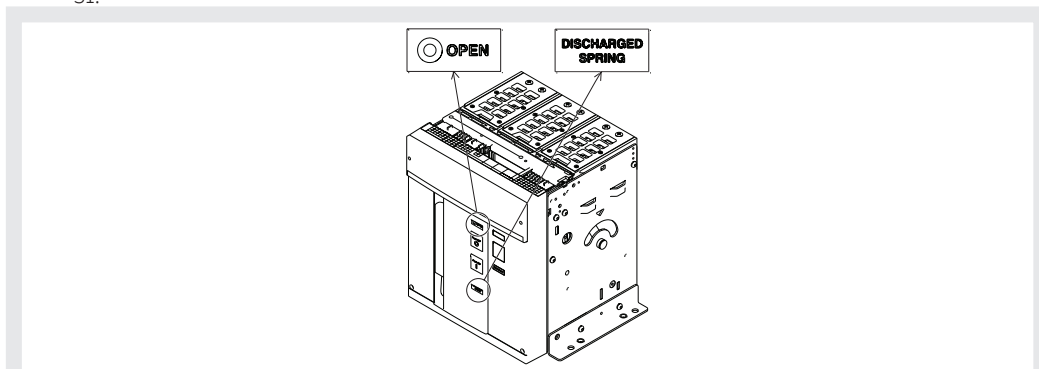

Figura 31
7. Controllare che l'interruttore sia aperto (segnalatore aperto/chiuso "O - OPEN"), e controllare che le molle siano scariche (segnalatore molle "bianco - DISCHARGED SPRING") come indicato in Figura 31.